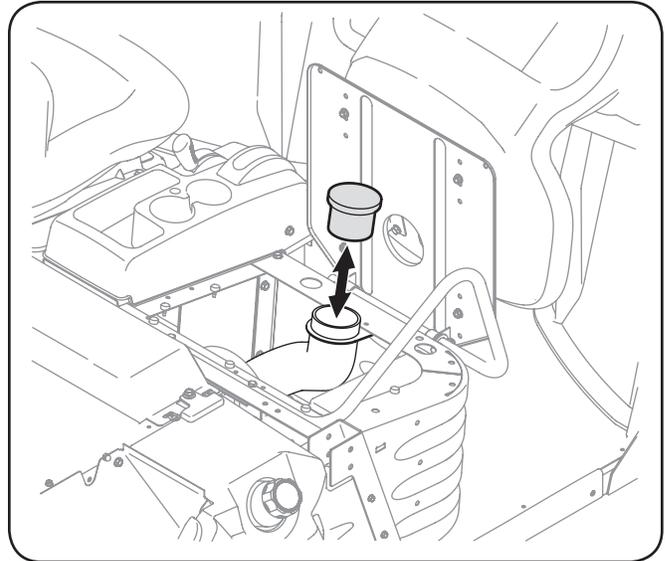

Figure 5-12
2. Retirez le filtre du tube d'admission de la TCV, comme indiqué dans la Figure 5-12, et lavez-le à l'eau savonneuse.